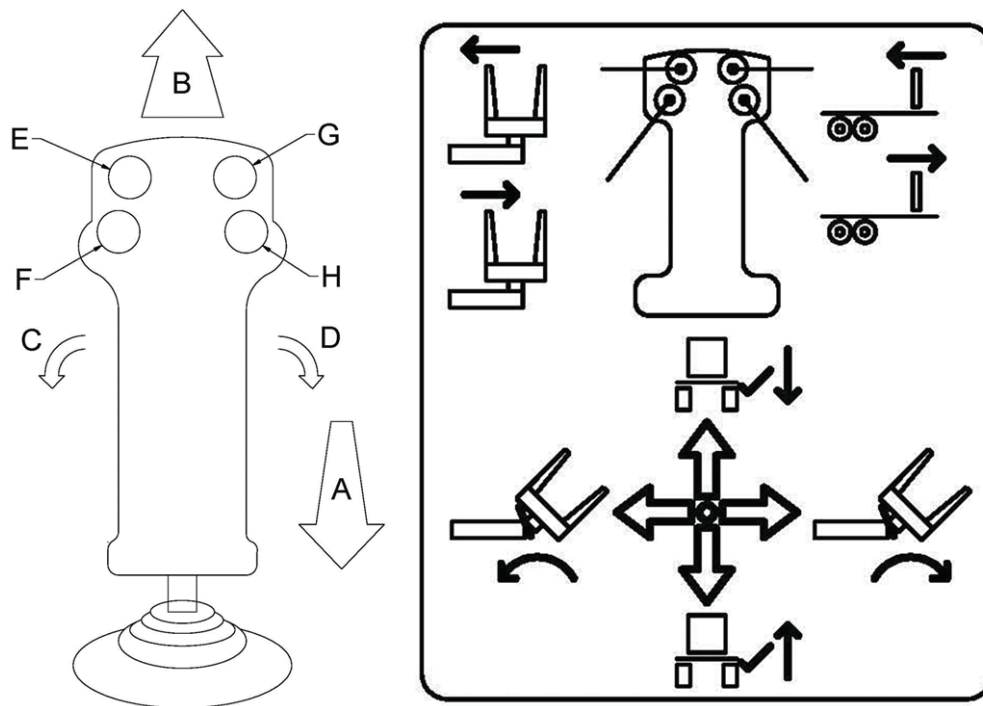

Figure 20 - Levier de contrôle
Si aucune de ces solutions ne fonctionne, faites revenir le poussoir manuellement en appuyant sur le bouton qui commande le retour du poussoir (voir la Figure 20 - Levier de contrôle et le Tableau 7 - Actions liées aux boutons).
2. Actionnez la commande pour lever la plateforme de déchargement (voir la Figure 20 - Levier de contrôle et le Tableau 7 - Actions liées aux boutons).